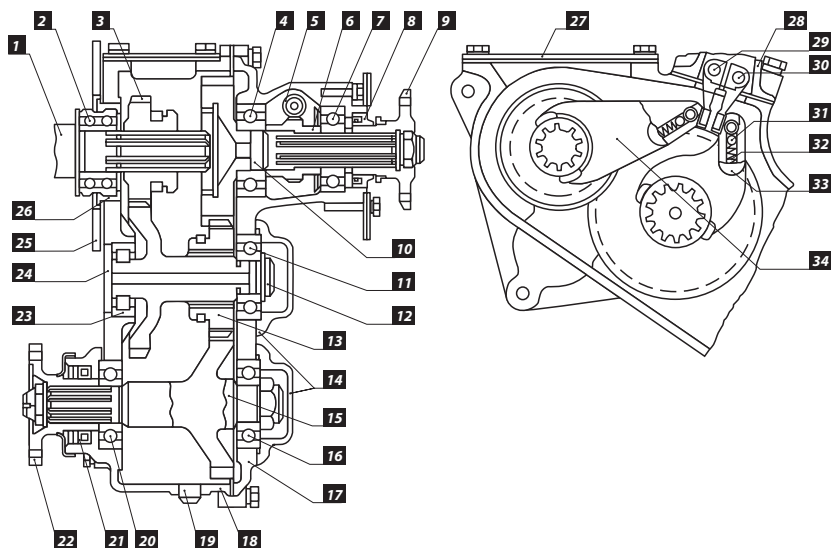

Рис. 1
- ⓘ **ВНИМАНИЕ:** Перед снятием Раздаточной коробки (далее РК) с автомобиля – слейте масло, открутив гайку [19] (Рис. 1) (объём масла в РК 0.8 л).
1. Открутите крепление переднего и заднего карданов к фланцам [9], [22] (Рис. 1).